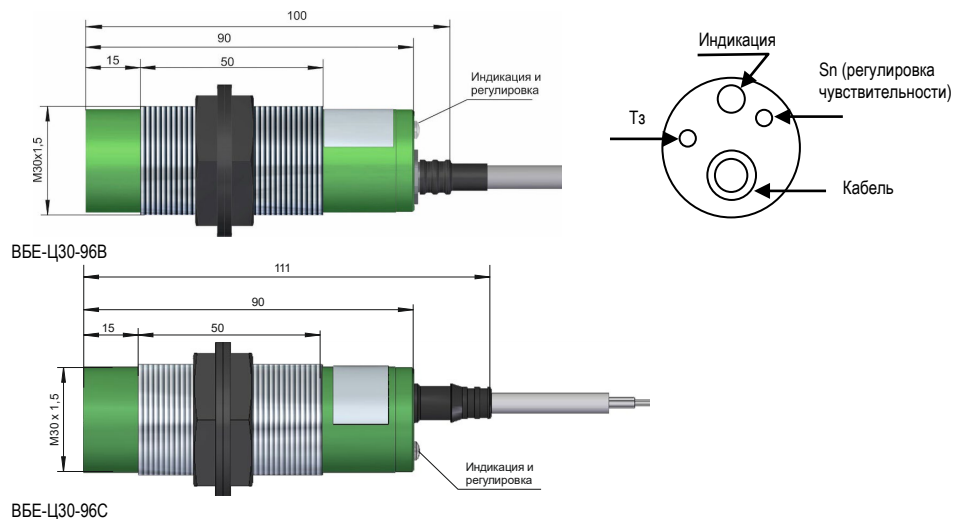

Рисунок 1 - Габаритные размеры и расположение средств индикации, органов регулировки
3.1 Выключатель состоит из пластмассового корпуса, в котором размещена печатная плата с электронными компонентами. На крышку корпуса выведены элементы регулировки и индикации. Для обеспечения механической прочности внутренняя полость корпуса залита компаундом. Внешний вид и габаритные размеры выключателя приведены на рис. 1.